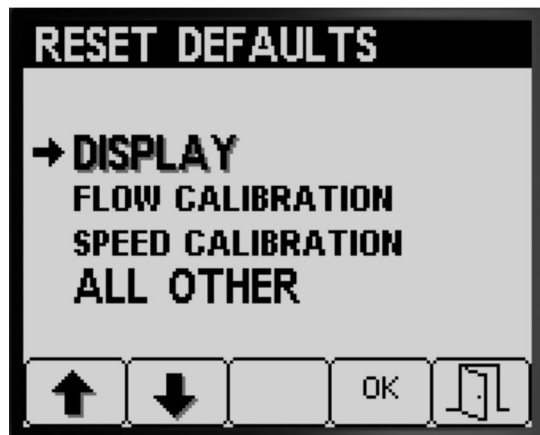

Figura 35
4. Premete il pulsante 4 per ripristinare le impostazioni dell'opzione selezionata (Figura 35).
5. Ripetete i passaggi 3 e 4 per le altre opzioni che volete resettare (Figura 35).
6. Premete il pulsante 5 per salvare le vostre impostazioni, uscire dalla schermata RIPRISTINO VALORI PREDEFINITI e tornare alla schermata IMPOSTAZIONI (Figura 35).